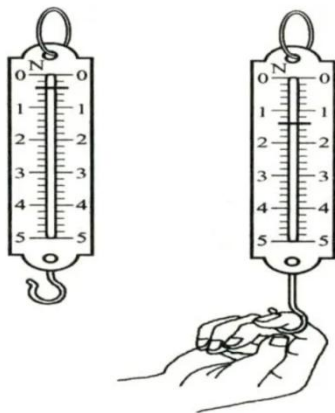

图 6-2-3
(1) 观察弹簧测力计的分度值及其量程。如图 6-2-3 所示，这个弹簧测力计的分度值是 0.2N, 量程是 0—5N。
(2) 检查弹簧测力计的指针是否在零刻度线上，如果不在需要对指针进行调整，使它指在零刻度线上。这个过程叫做**校零**。每次使用弹簧测力计之前都要校零。
或偏小。如图 6-2-3 所示，该弹簧测力计在使用前指针对准了 0.4N，这就意味着，当挂钩所受的拉力为零，但示数会显示 0.4N，这明显是偏大了。使用这样的弹簧测力计测量力的大小，测量结果肯定是会偏大的。